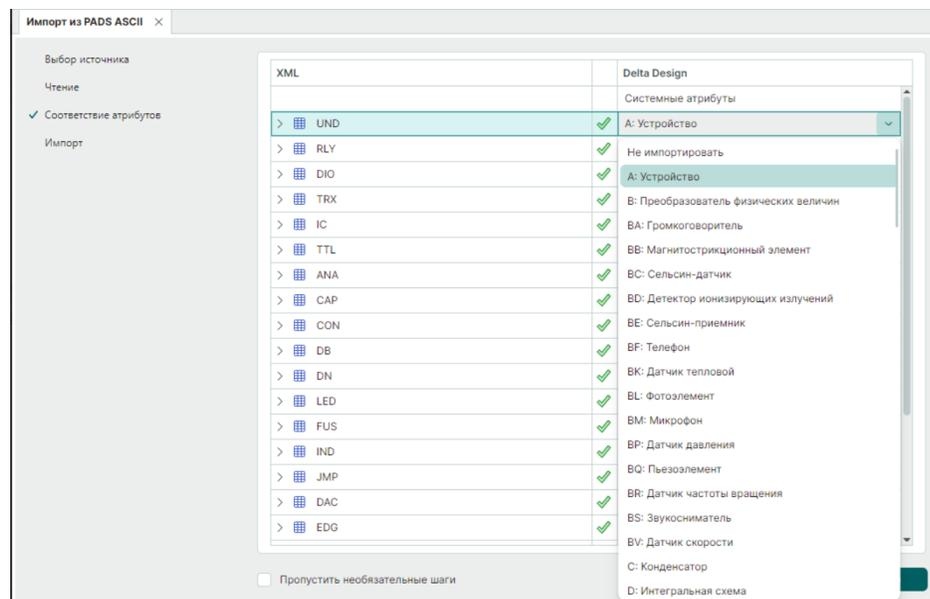

Рис. 12 Соответствие атрибутов
6. На этапе «Соответствие атрибутов» при необходимости в таблице сопоставления выберите соответствующие атрибуты для компонентов, см. Рис. 12.